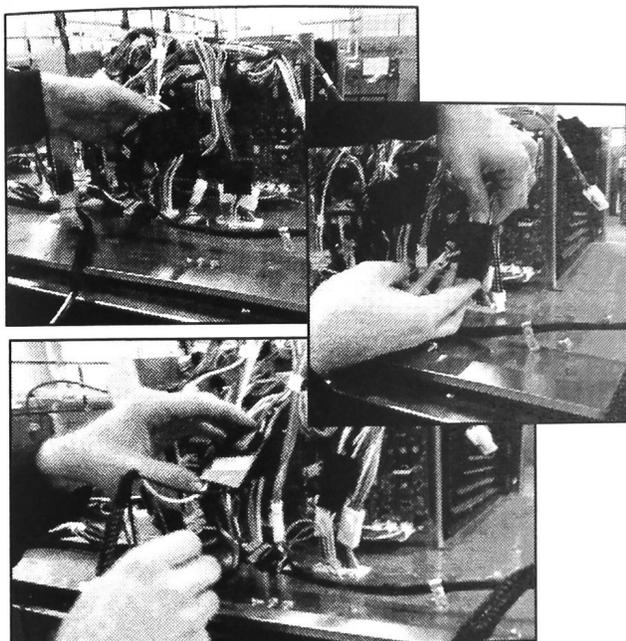

FIGURE 22
23. Rebrancher tous les connecteurs débranchés aux étapes 7 à 10 sur le module HT neuf. Voir Figure 22.